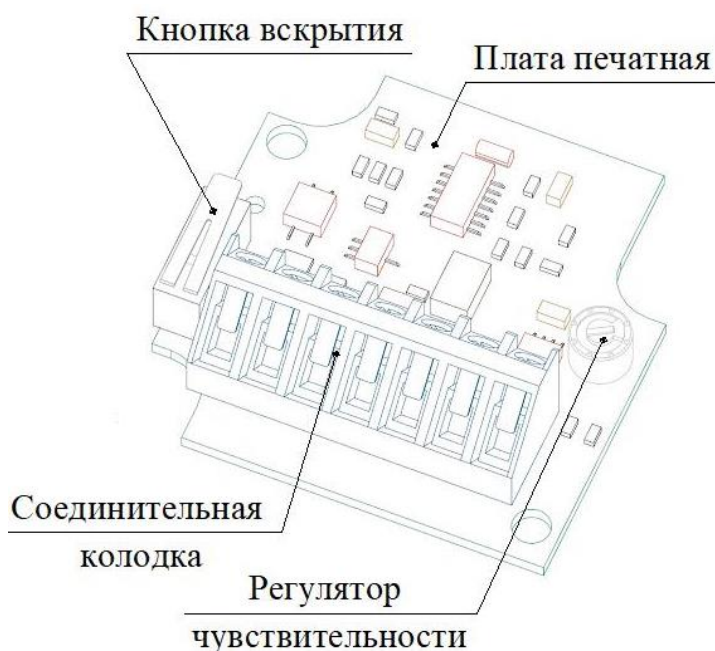

Рисунок 1.2 – Конструкция платы
1.4.1.2 На печатной плате размещены (см. рисунок 1.2): звонок пьезокерамический, соединительная колодка, регулятор чувствительности, кнопка вскрытия и другие элементы электрической схемы извещателя.